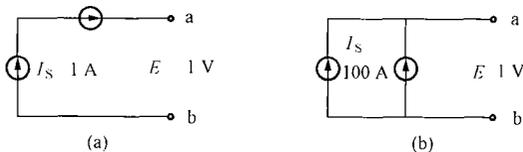

图 E-58
**La3E4042** 如图 E-58 所示，分别画出 (a)、(b) 相应简化的等效电路图。